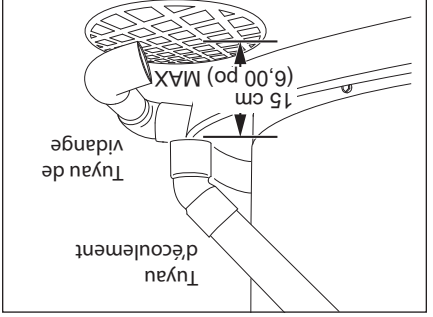

Figure 14 - Le tuyau d'écoulement de la soupape DST doit déboucher à un maximum de 15 cm (6 po) au-dessus d'un siphon de sol ou à l'extérieur.
- 4 Ne placer aucun robinet ou autre restriction entre la cuve et la soupape DST. Ne pas fermer, obstruer, poser un bouchon ou insérer un robinet entre la soupape DST et l'extrémité du tuyau d'écoulement. Ne pas insérer ni poser de réducteur dans le tuyau d'écoulement (Figure 14).